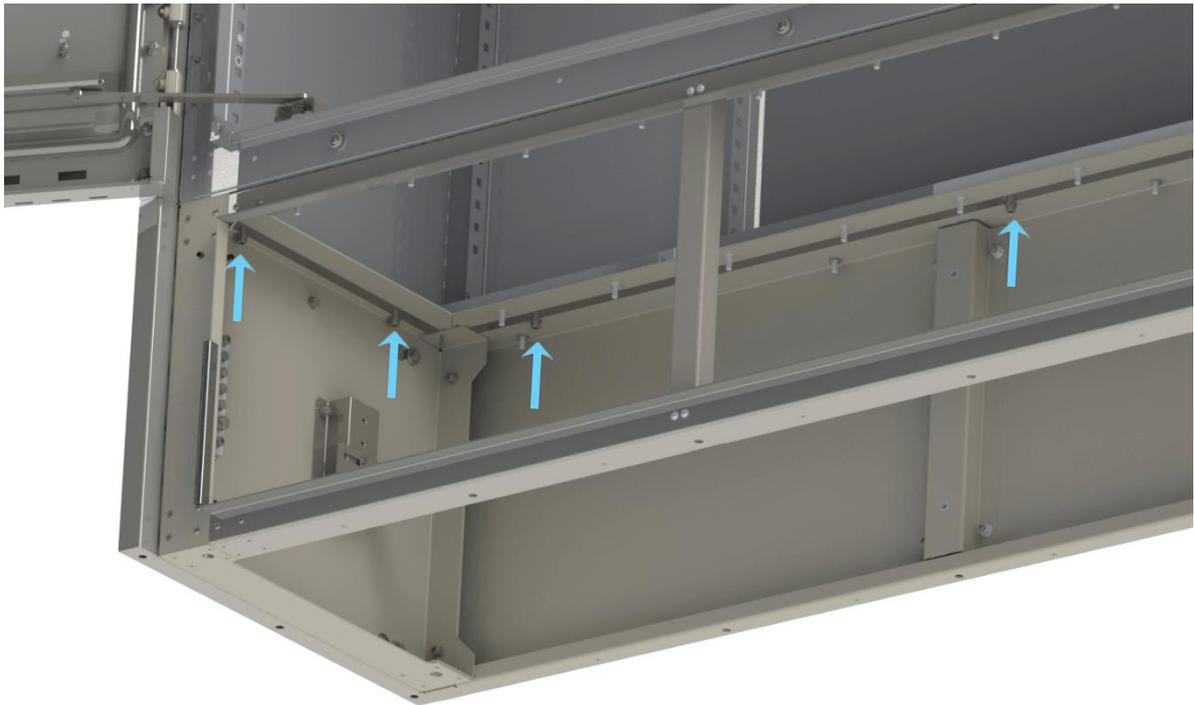

Bild 18: Entfernen der Schrauben Gehäuseunterteil
- Entfernen der Innensechskantschrauben im Inneren des Gehäuseunterteils (siehe Bild 18).